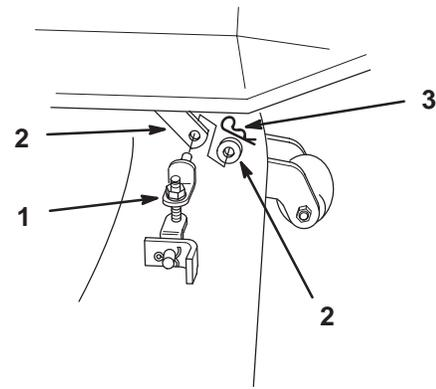

Figure 6
7. Montez les biellettes réglables avant sur les bras de relevage avant avec des rondelles et de petites goupilles fendues (Fig. 6).